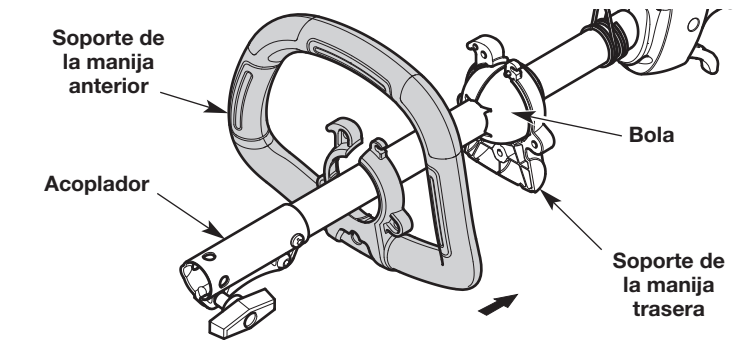

Fig. 5
3. Deslice el soporte de la manija trasera hacia la parte posterior de la bola y fíjelo (Fig. 5).
4. Maniobre cuidadosamente el soporte de la manija delantera hacia el acoplador y deslícelo hacia la parte anterior de la bola (Fig. 5). Junte los soportes de la manija delantera y trasera.